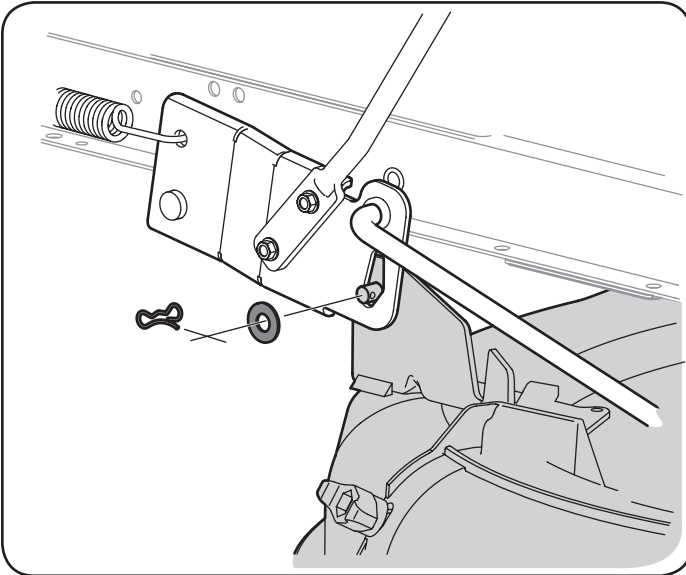

Figura 34
4. Extraiga el pasador de chaveta con unión curva y la arandela plana del conjunto de elevación de la plataforma y guárdelo para volver a colocarlo posteriormente. Vea la Figura 34.